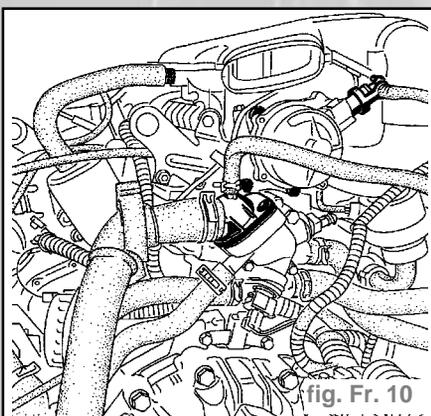

fig. Fr. 10
- Débrancher le tuyau de dépression encliquetable (fig. Fr. 10).